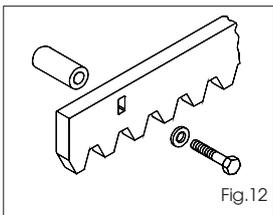

Fig. 12
5.4.2. Cremagliera in acciaio ad avvitare (Fig. 12)